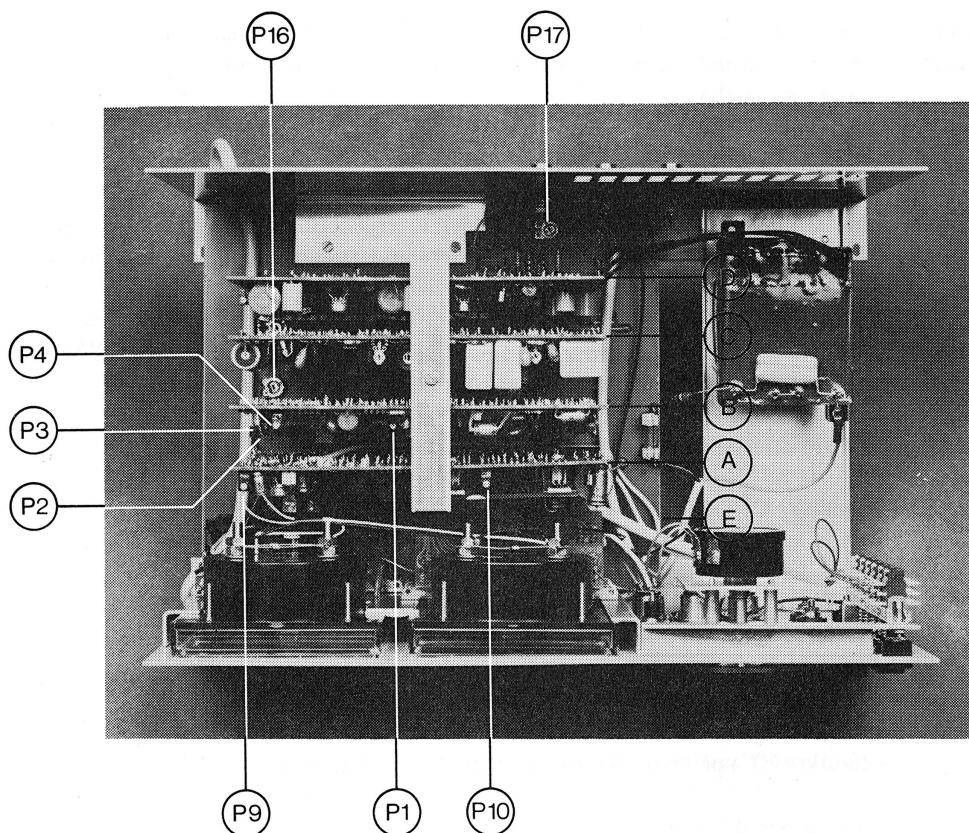

Fig. 9. Justering.
5. "+17 V" i netdelen kontrolleres og justeres evt. med potentiometeret P10 på printplade A (se fig. 9)